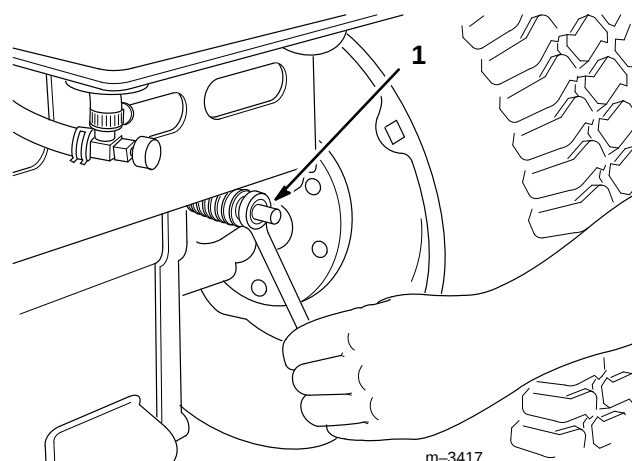

Abbildung 36
Die Einstellmutter für die Bremse befindet sich hinten am Traktor (Abb. 36). Wenn die Feststellbremse nicht sicher greift, ist eine Einstellung erforderlich.
4. Die Bremseneinstellmutter (Abb. 36) drehen, bis ein Spiel von 2" (51 mm) vorhanden ist.